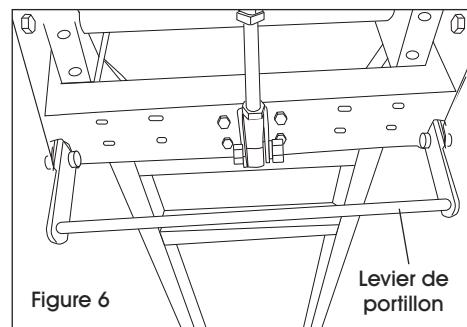

Figure 6
5. Soulevez le levier de portillon pour abaisser le portillon dans la cornière en acier. (Voir Figure 6)